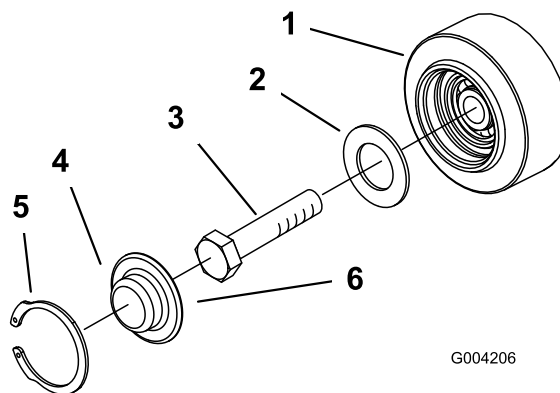

Figura 46
3. Retire la anilla a presión y el tapón de una de las ruedas de rodaje (Figura 46).
4. Compruebe la grasa que hay debajo del tapón y alrededor de la junta (Figura 46). Si está sucia, tiene
6. Coloque el tapón engrasado sobre la cabeza del perno (Figura 46).
7. Sujete el tapón de la rueda de rodaje con la anilla a presión (Figura 46).